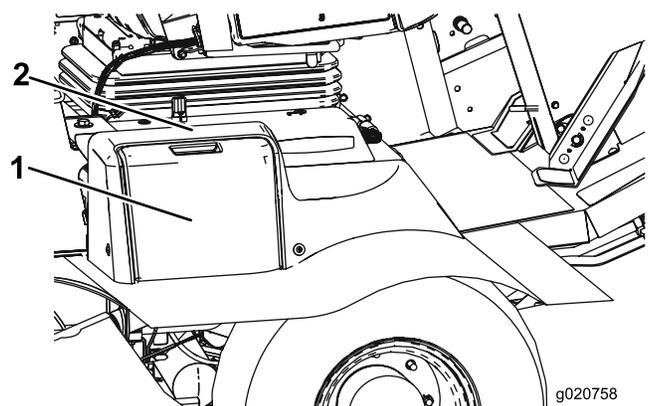

Рисунок 83
1. Откройте крышку аккумуляторной батареи сбоку на кожухе (Рисунок 83).
Примечание: Нажмите на плоскую поверхность над крышкой аккумуляторной батареи, чтобы облегчить снятие крышки (Рисунок 83).